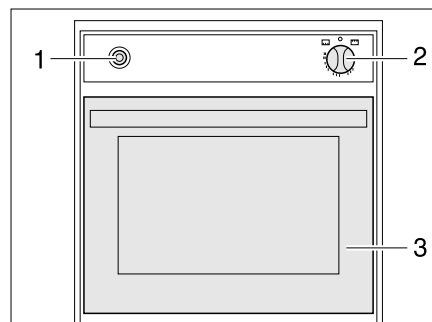

Bild 134 Gasbackofen
- Backofenklappe (Bild 134,3) ganz öffnen.
- Drehregler (Bild 134,2) leicht drücken und auf "🔥" (Backofen) oder "🔥 GRILL" (Grill) stellen.
- Drehregler (Bild 134,2) drücken und 5 bis 10 Sekunden lang gedrückt halten. Es strömt Gas zum Brenner.
- Zündschalter (Bild 134,1) so oft drücken, bis die Flamme brennt.
- Drehregler (Bild 134,2) auf "O" drehen. Die Flamme erlischt.